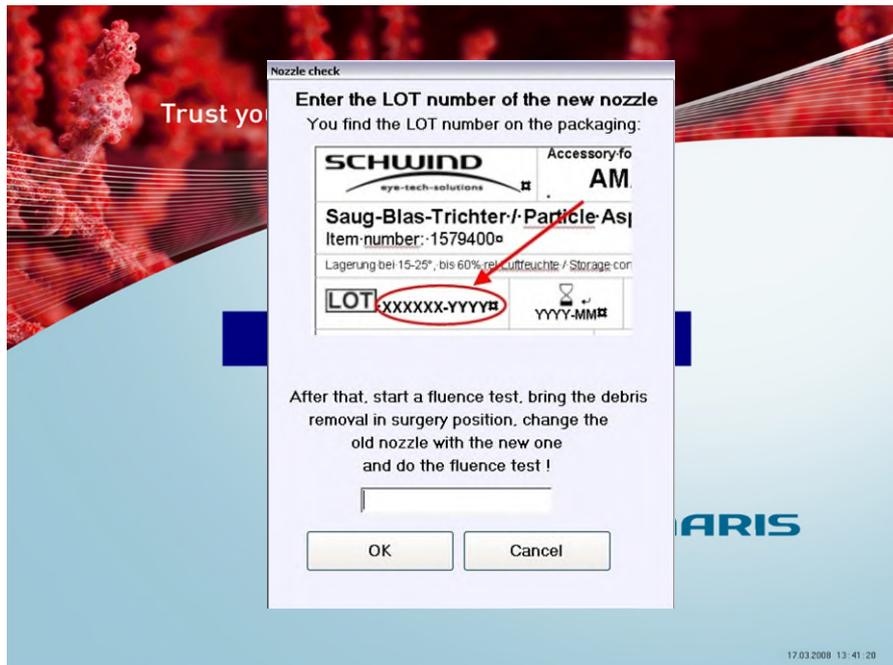

Figura 10-3: Inserimento del numero di serie del nuovo filtro per l'aspirazione delle particelle
- Per sostituire l'ugello per la rimozione dei detriti, inserire il numero di LOTTO del nuovo ugello (vedere Figura 10-3).